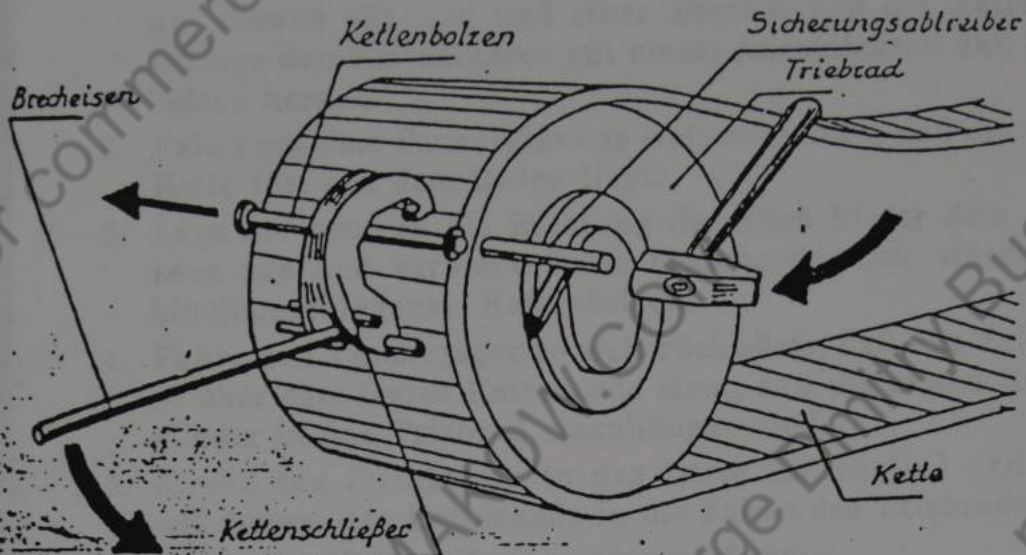

Bild 42 Kettenbolzenwechsel
2. Fehlende und beschädigte Kettenbolzensicherungen ersetzen. (Unterlagscheibe auf Kettenbolzenende aufsetzen. Sicherungsring in die Vertiefung des Sicherungsauftriebers einlegen. Sicherungsaufreiber auf freies Bolzenende aufsetzen und Sicherungsring mit einem Hammerschlag auftreiben, Bild 42, 43.